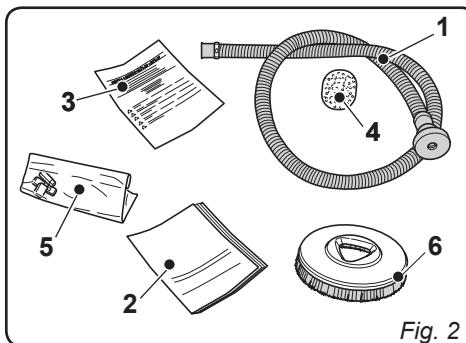

Fig. 2
- Rimuovere la busta (1) contenente gli accessori in dotazione e la scatola (2) contenente la spazzola.
2.1.a - Dotazione macchina (Fig. 2)